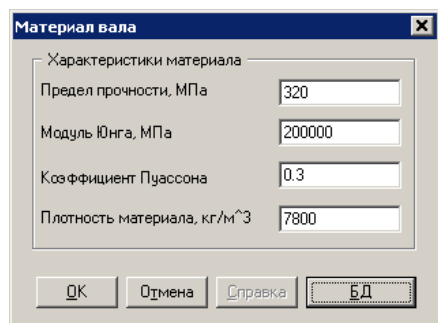

Рис. 3.35 Диалоговое окно характеристик материала
- 1) ввести в диалоговом окне (команда **Материал | М Параметры**) (рис. 3.35);
По умолчанию используются характеристики стали 08 (рис. 3.35).